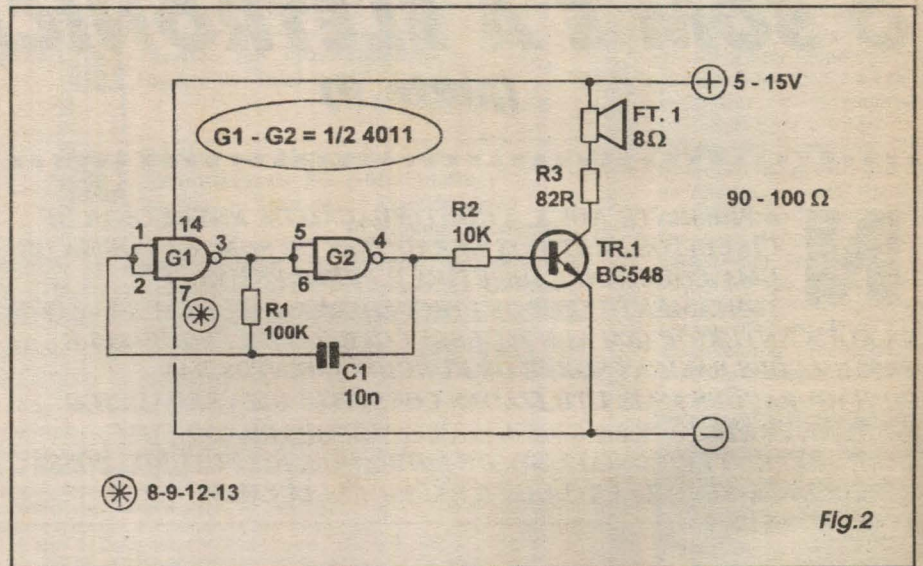

Fig.2
- FIG. 2 - Em alguns casos e aplicações, o nível sonoro final do arranjo anteriormente mostrado pode ser julgado insuficiente... É possível, ainda com grande simplicidade e facilidade, recorrer-se então ao circuito da FIG. 2, no qual a saída do astável com *gates* C.MOS digitais é reforçada, graças à amplificação proporcionada pelo transistor TR1. R2 estabelece a conveniente polarização de *base* para TR1, a partir dos sinais fornecidos pela saída do astável... R3 funciona como limitador de corrente de *coletor* para TR1, já que tem seu valor somado à própria impedância (muito baixa...) do transdutor FT1, protegendo assim tanto o transistor como o próprio transdutor contra excessos... Aproveitamos para lembrar aos leitores/alunos que as entradas não utilizadas de qualquer bloco digital C.MOS, obrigatoriamente devem ser conectadas a uma polarização fixa qualquer, normalmente a linha do **positivo** ou do **negativo** da alimentação geral... No caso do exemplo, com o astável